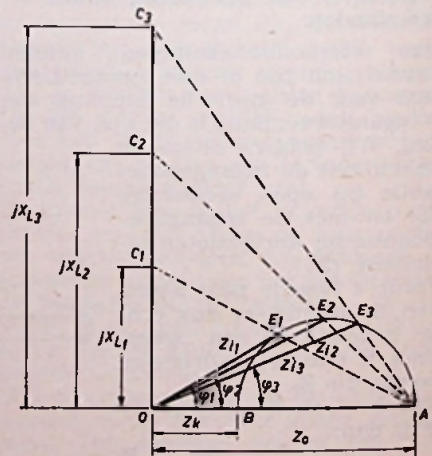

Fig. 40 30070
De waarden  $Z_k = \overline{OB}$  en  $Z_0 = \overline{OA}$  worden weer op een horizontale lijn uitgezet (fig. 40). Met  $\overline{AB}$  als middellijn wordt nu een cirkelboog getrokken. De waarde van  $jX_L$  komt weer op de loodlijn welke in O is opgericht. Het einde van deze lijn (C) wordt met A verbonden. Het snijpunt van  $\overline{CA}$  met de cirkel is het punt E. De lijn  $\overline{OE}$  geeft de waarde aan van  $Z_i$ . In fig. 40 is dit voor drie verschillende waarden van L (resp.  $jX_{L,1}$ ,  $jX_{L,2}$  en  $jX_{L,3}$ ) getekend. De verbindinglijnen met A (resp.  $\overline{C_1A}$ ,  $\overline{C_2A}$  en  $\overline{C_3A}$ ) geven de snijpunten  $E_1$ ,  $E_2$  en  $E_3$ , die verbonden met O de bijbehorende waarden van  $Z_i$  opleveren. De faseverschuivingshoeken zijn resp.  $\varphi_1$ ,  $\varphi_2$  en  $\varphi_3$ .